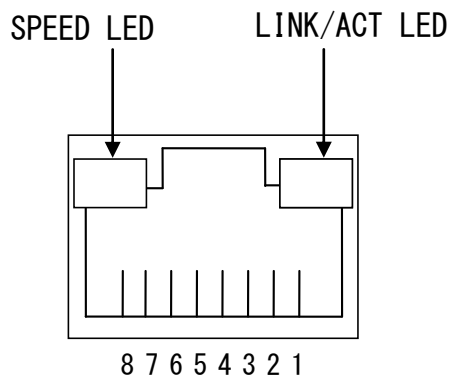

図 8 LANポートのコネクタ
- ・LAN ポートは LED 付きの RJ 45 コネクタです。ピンアサインは、図 8、表 3 および表 4 を参照してください。